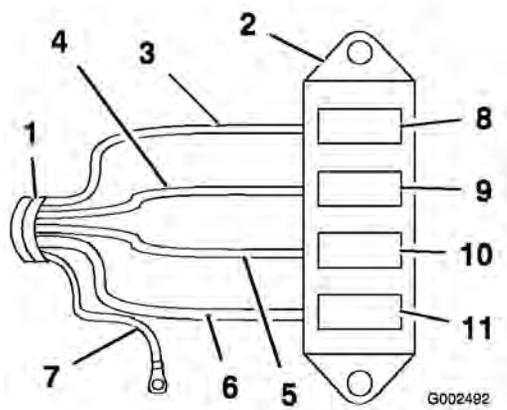

Figure 7
- Câblez le faisceau électrique à la boîte à fusibles en connectant les fils du faisceau aux connecteurs correspondants à l'arrière de la boîte à fusibles (Figure 7).